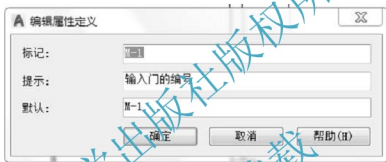

图 3.69 【编辑属性定义】对话框
(4) 如果需要修改已经定义的属性值,可执行【文字编辑】命令(快捷键 ED)。在选择注释对象或【放弃(U)】:提示下,选择刚才定义的属性值 M-1,则会弹出如图 3.69 所